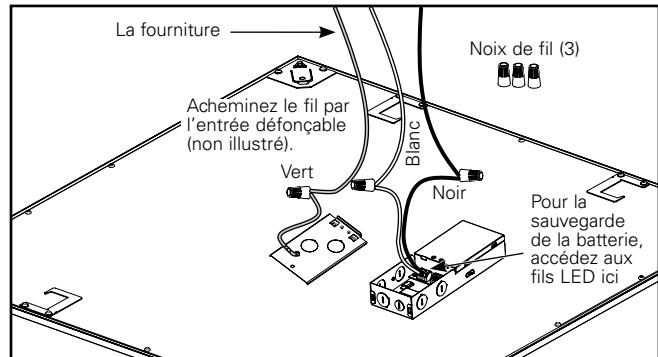

Figure 5.
- Utilisez une entrée défonçable pour acheminer le câble d'alimentation. Utilisez les trois capuchons de connexion fournis pour raccorder le fil de mise à la terre au câble d'alimentation vert, le câble noir (Li11ne) au câble d'alimentation noir et le câble blanc (neutre) au câble d'alimentation blanc. (Figure 5.)
Remarque: Cet appareil est compatible avec les systèmes de batterie de secours, notamment les Surelites EBLED7W et EBLED14W. Si vous utilisez un système de batterie de secours, retirez la plaque de protection du pilote pour accéder aux fils de charge des voyants et suivez les instructions de câblage de la batterie de secours (Figure 5). Assurez-vous que la plaque de protection du conducteur est réinstallée après le câblage.